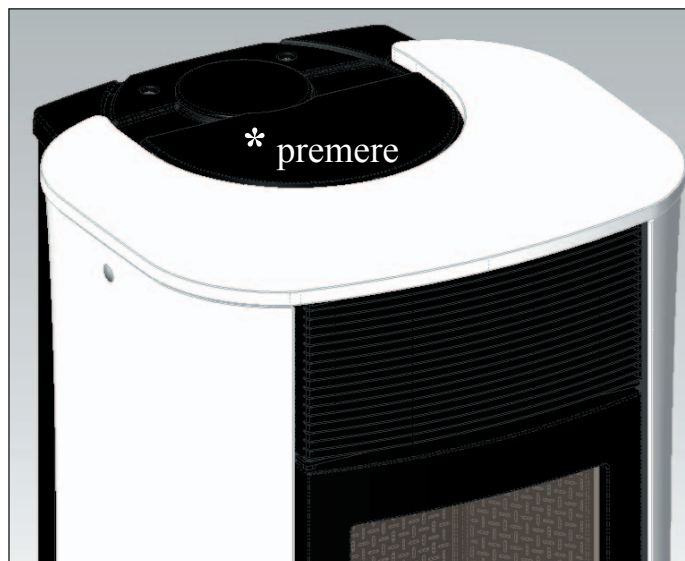

fig. 1
- Poner el soporte de fijación del tapabocas (A - fig. 1), utilizando los tornillos 4.2x6,5 suministrados, sobre los dos cierres de chapa (A1 - fig. 1) en los agujeros previstos.